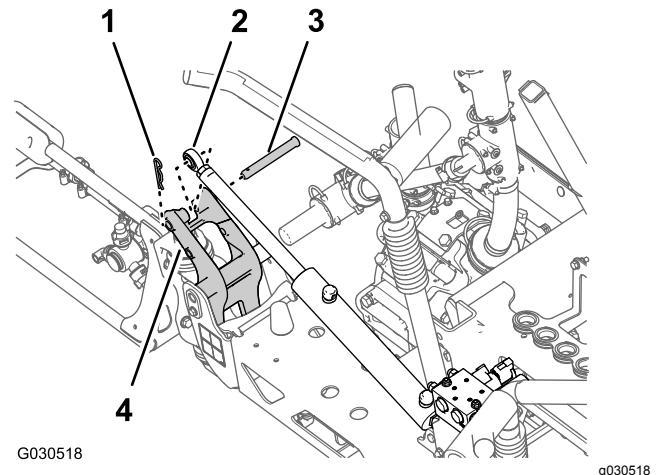

Bild 63
3. Nehmen Sie den Lastösenbolzen und den Splint ab, mit denen das Stangenende des Hubzylinders an der Schwenkhalterung befestigt ist (Bild 63).